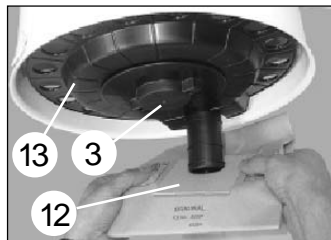

Fig. 4
Byte av damppåse och service av filter om monterings-sats för damppåse används [fig. 4]: Ta loss damppåsen (12), öppna fästmuttern (3) under filtret, ta bort stödet för damppåsen [hålskivan] (13) och lös-gör filtret [se punkt 3.2 *Filterservice*].